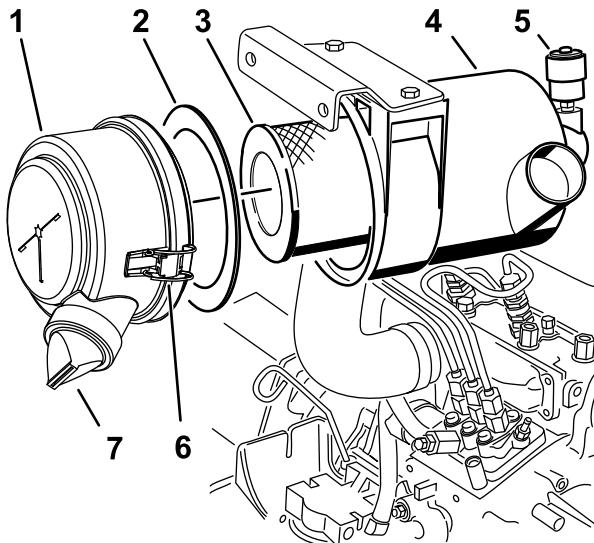

Figura 31
- Faça a manutenção do filtro de ar (Figura 31).